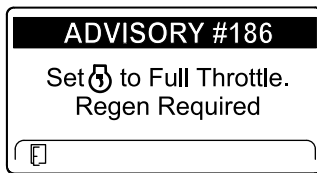

Рисунок 50
**Примечание:** Если на дисплее инфоцентра появится информационное сообщение № 186 (ADVISORY #186) (Рисунок 50), установите максимальное положение дроссельной заслонки (высокую частоту холостого хода) двигателя, чтобы можно было продолжить выполнение регенерации со сбросом.